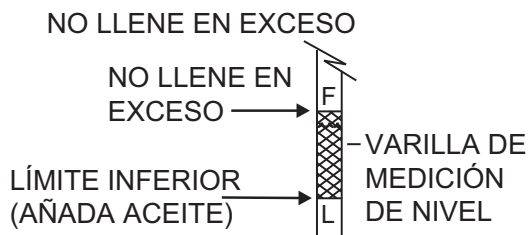

Figura 40. Nivel de aceite del motor de la varilla de medición
3. Determine si está bajo el nivel de aceite de motor. El nivel de aceite debe estar entre los límites inferior e superior (Figura 40) de la varilla de medición.